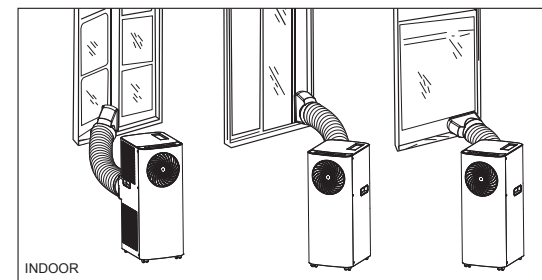

Abb. 4
2/ Schließen Sie den anderen Abluftanschluss (12) am Luftauslass (7) an der Rückseite des Geräts an. Ziehen Sie den Schlauch (11) auf die gewünschte Länge und positionieren Sie die Abluftdüse (14) durch ein offenes Fenster, wie in Abbildung 4. dargestellt.